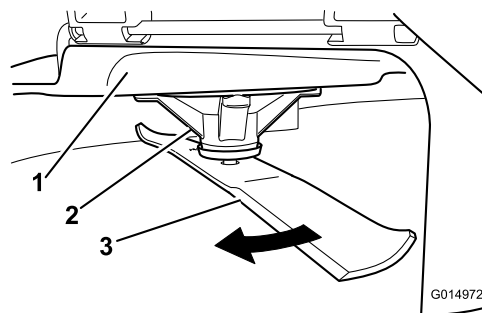

Bild 73
2. Tragen Sie dicke Handschuhe oder andere angemessene Handschuhe und drehen Sie das Messer langsam in eine Stellung, in der das Messen des Abstands zwischen der Schnittkante und der ebenen Fläche der Maschine möglich ist (Bild 73).